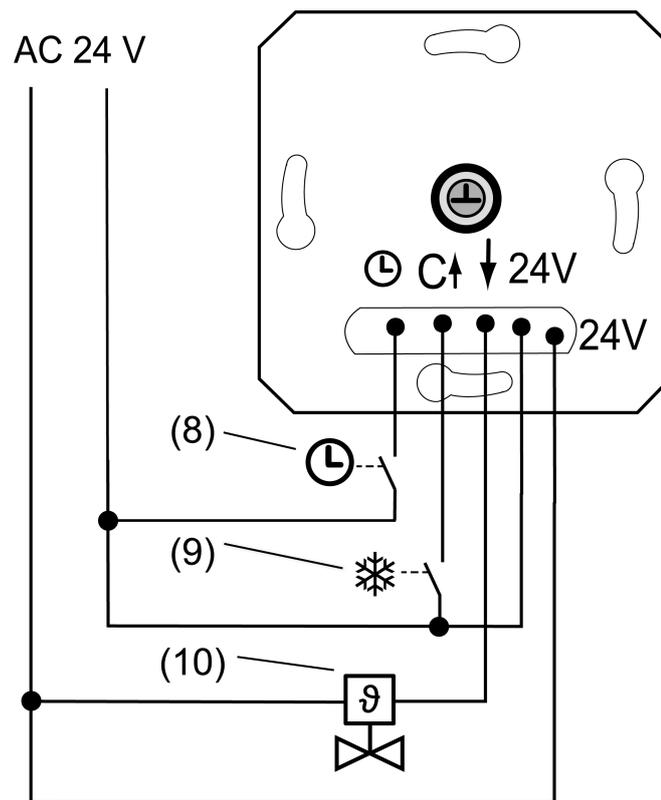
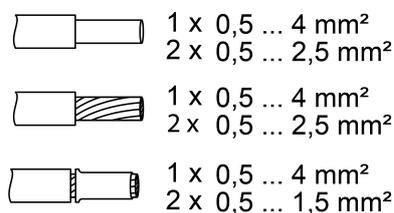

Bild 2: Anschlussbeispiel des Einsatzes
Bild 3: Klemmbarer Leiterquerschnitt
- Elektrothermischen Stellantrieb (10) an Einsatz (1) gemäß Anschlussplan (siehe Bild 2) anschließen. Leiterquerschnitte beachten (siehe Bild 3).
- Optional den Eingang ECO-Betrieb ☉ über einen Schaltkontakt einer Zentraluhr (8) beschalten.